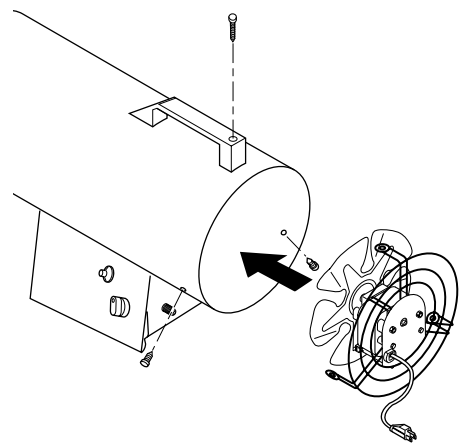

Figure 13 - Remise en place du moteur et de la grille du ventilateur
11. Remettre le moteur et la grille de ventilateur en place dans l'arrière du corps de l'appareil. S'assurer que le cordon d'alimentation est correctement placé (voir la Figure 13).